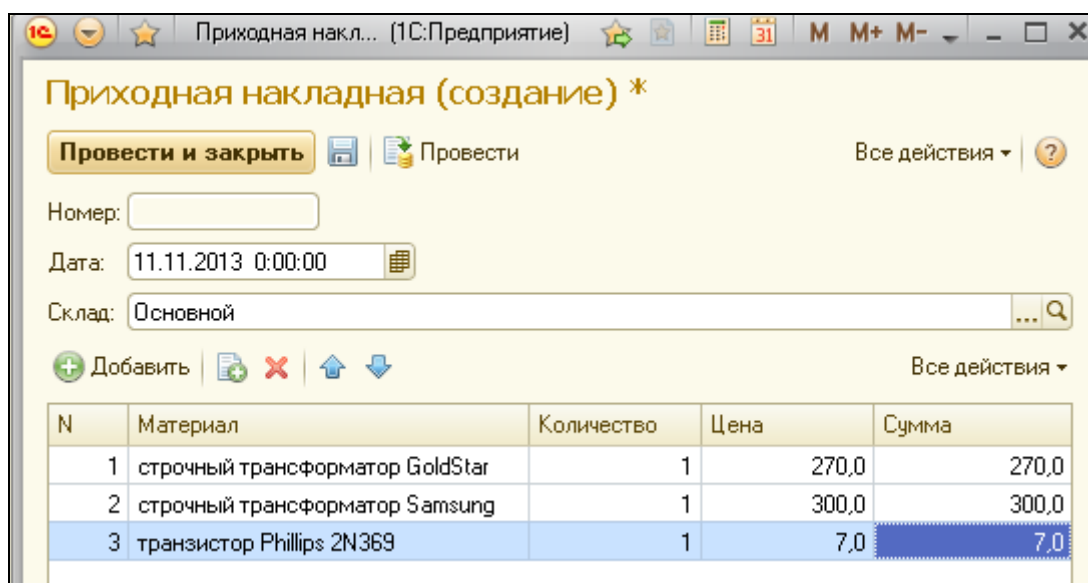

Рисунок 2.5 Приходная накладная №1
7. Обновить базу данных и загрузить 1С:Предприятие. Открыть подсистему **Учет материалов**. На панели навигации выбрать элемент **Приходные накладные**. При помощи кнопки **Создать** создайте новый документ. Открывается пустая форма документа. Заполнить документ исходной информацией (рис. 2.5). Завершается создание документа кнопкой **Провести и закрыть**.